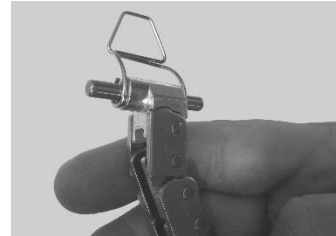

Рисунок 4
- Соедините наконечник цепи с быстрозажелкивающимся соединителем "Е" с помощью пальца "D" Ø5x40 (входящего в комплект поставки), выставив его в среднее положение (Рис.4).
- t) Соедините наконечник цепи с быстрозащелкивающимся соединителем "Е" с помощью пальца "D" Ø5x40 (входящего в комплект поставки), выставив его в среднее положение (Рис. 4).